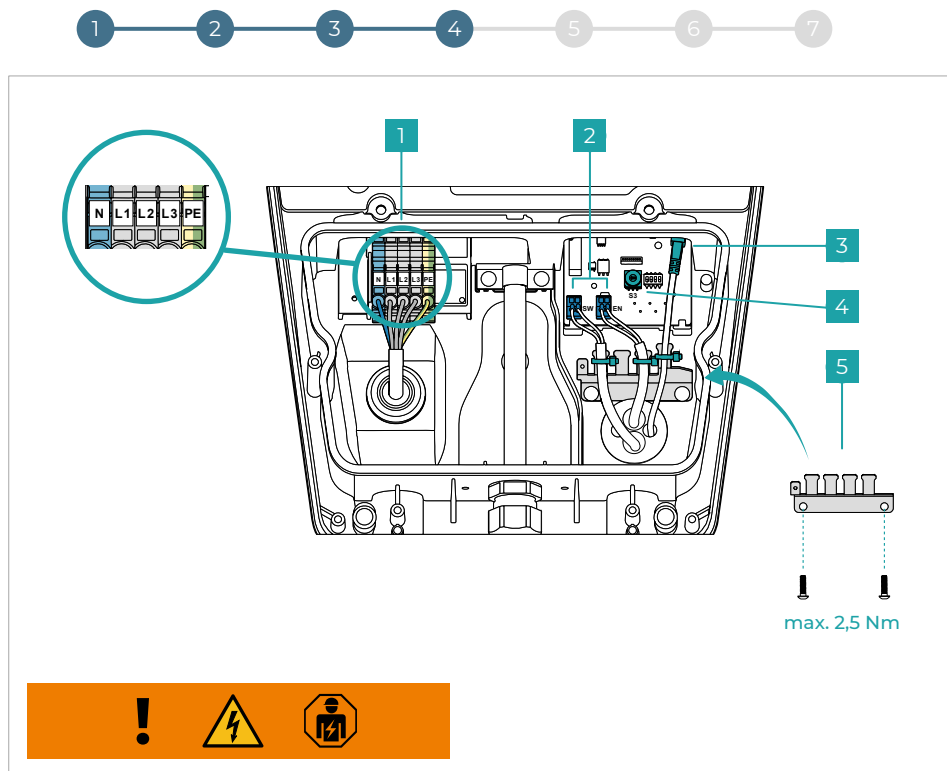
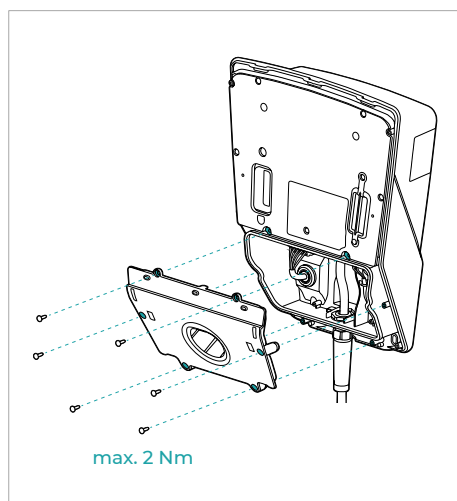

Fig. 6
Fig. 7
Come optional è possibile collegare un dispositivo di blocco esterno (ad es. interruttore a chiave) all'interfaccia interna (fig. 6 - n. 2 - Interfaccia EN).
- Preparare il cavo di collegamento di rete adeguato (\varnothing 10 - 20 mm // max. 5*6 mm²) e collegarlo come illustrato alla **fig. 6 - n. 1**. In figura, il collegamento di rete viene rappresentato come trifase. Per effettuare un collegamento monofase utilizzare N, L1 e PE.
- Configurare la corrente di carica massima da 6 A a 16 A mediante l'interruttore a rotazione S3, come illustrato alla **fig. 6 - n. 4**.
- Opzionale: Preparare le linee dati (Digital-In (EN) / Out (SW) e LAN) e collegarle come illustrato alla **fig. 6 - n. 2 e 3**. Per il collegamento di un dispositivo di blocco esterno tramite Digital-IN, rimuovere prima i ponticelli dei cavi.
Come illustrato alla **fig. 6 - n. 5** applicare la protezione antistrappo e fissare le linee dati con le fascette serra-cavo. Come illustrato alla **fig. 7** montare la copertura inferiore del sistema di carica.